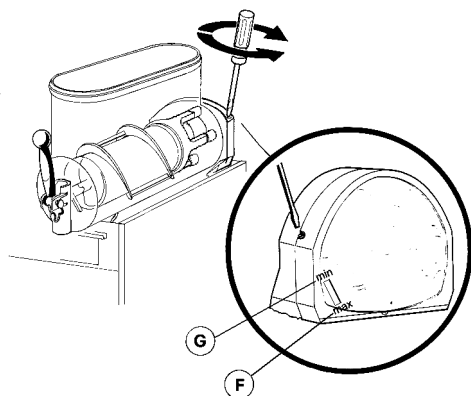

figure 6
- 1 **Réglage de la densité:** la densité optimale de la granita a été réglée en usine. Si l'on désire modifier cette densité, tourner avec un tournevis la vis de régulation densité située dans chacune des parois postérieures du distributeur (voir figure 6):